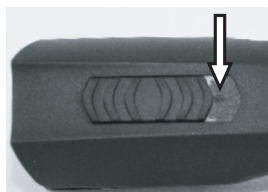

Fig. 4 Bryter i AV-posisjon ("0")
1. Kontroller kontaktene på klippemaskinen (1) og batteriet (2) for fremmedelementer og kontaminasjon.
2. Forviss deg om at bryteren på klippemaskinen er i AV-posisjon ("0") (fig. 4).
1. Sett bryteren på "0" (fig.4).
2. Trykk batterisperren (2) på begge sidene inn, og dra batteriet (1) ut av klippemaskinen.